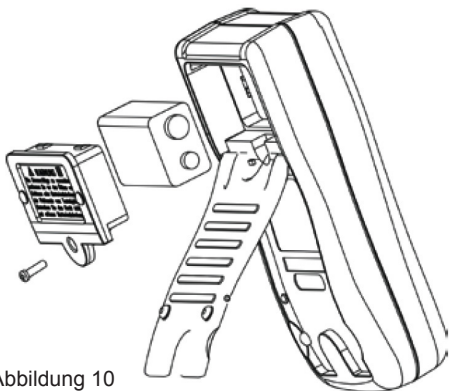

Abbildung 10
2. Austausch der Batterie und Sicherung, siehe Abbildung 10.